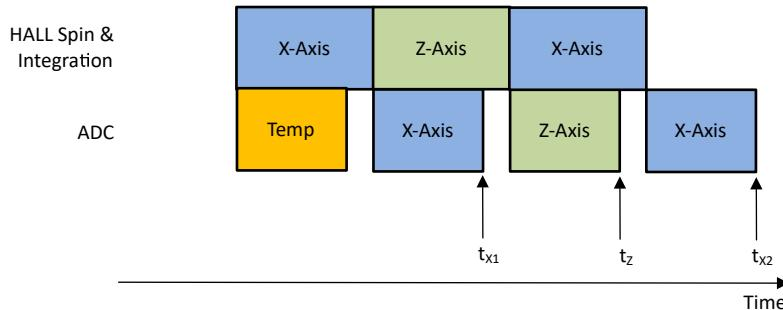

图 7-3. XZX 磁场转换
在绝对角度测量中，需要来自多个轴的应用传感器数据，才能计算出精确的角度。在不同时间通过同一信号链收集的磁场数据会在角度计算中引入误差。**TMAG5273** 提供伪同步采样数据收集模式来消除此误差。图 7-3 显示了一个示例，其中 **MAG_CH_EN** 设置为 1011b 来收集 XZX 数据。方程式 18 展示了 X 和 Z 传感器数据的时间戳相同。
- t_{X1} 、 t_Z 和 t_{X2} 是 X、Z、X 传感器数据完成的时间戳，如图 7-3 中定义。